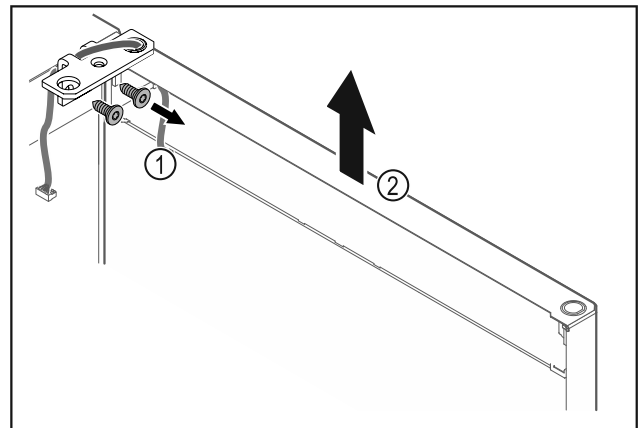

Fig. 19
- ▶ Atsukite šarnyrinį kamputį Fig. 19 (1).
- ▶ Duris, įsk. šarnyrinį kamputį Fig. 19 (2), pakelkite maždaug 200 mm tiesiai į viršų ir nuimkite.